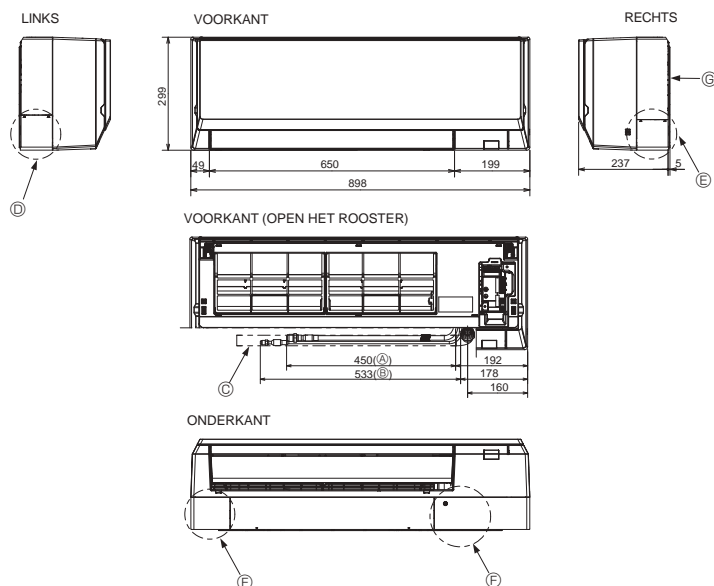

Fig. 4-3
4.3. Plaats van de koelstof- en afvoerpijpen (Fig. 4-3)
- (A) Gaspijp * Geeft de status aan met bevestigde accessoires.
- (B) Vloeistofpijp
- (C) Afvoerleiding (Effectieve lengte: 500)
- (D) Doordrukopening voor leidingen aan de linkerzijde
- (E) Doordrukopening voor leidingen aan de rechterzijde
- (F) Doordrukopening voor leidingen aan de onderzijde
- (G) Ophangplaat ①